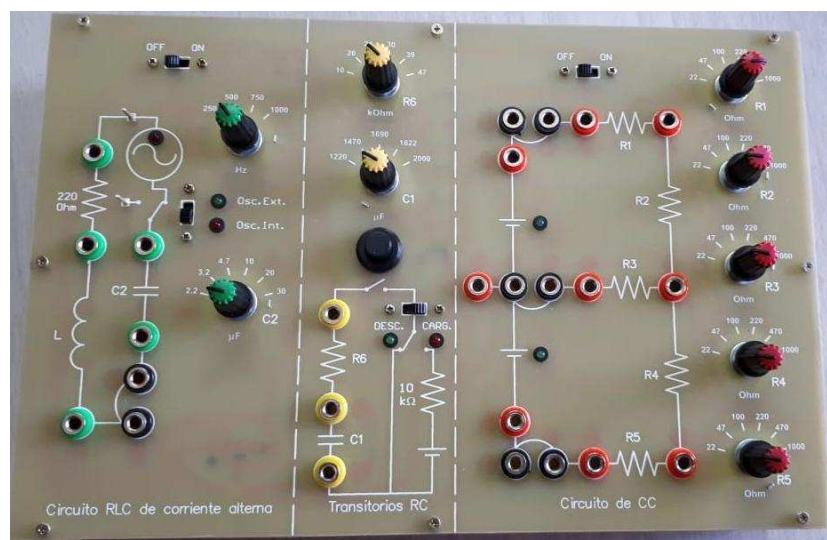

Figura 1. Placa autónoma PALC-1.
- Placa de experimentación autónoma PALC-1 (ver Figura 1). Este sistema cuenta con una de sus secciones (ubicada en el lateral derecho) dedicada a la realización de experiencias de circuitos de corriente continua. Esta sección dispone de dos fuentes de alimentación (pilas recargables) que entregan una FEM de 4,1 V nominales cada una de ellas. Además cuenta con cinco resistores, cuyos valores pueden seleccionarse por medio de sendas llaves rotativas.